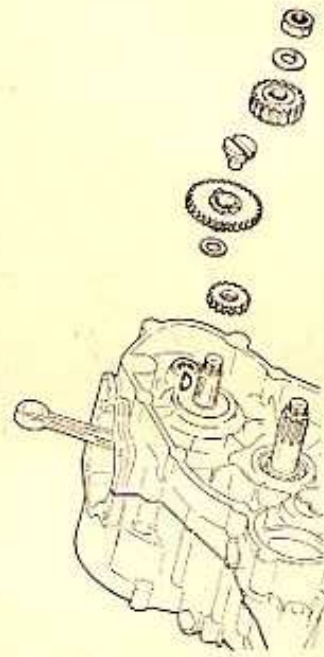

FIG. 42
- 16) Montare la chiave sulla imbiellaggio lato frizione quindi i particolari secondo la progressione indicata in fig. 42.